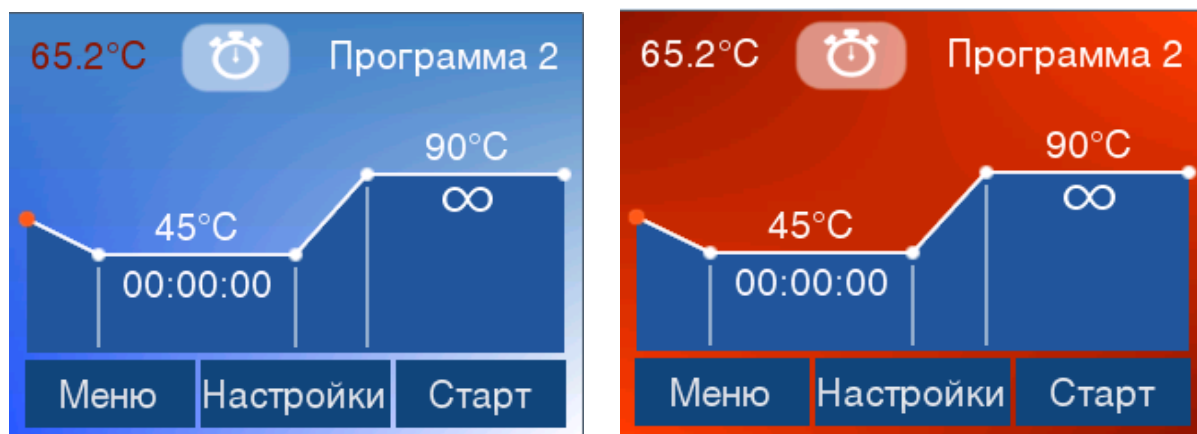

Рис. 9 Пример окна пользовательской программы при переходе в начало заданной программы (2 температурных полки, индикация перегрева матрицы).
- переход в начало пользовательской программы с индикацией перегрева матрицы (рис. 9);
Если в окне программы в режиме ожидания текущая температура матрицы выше заданной «t°C Перегрева», будет происходить индикация, заключающаяся в периодической смене обычного бело-синего фона окна на предупреждающий красный (рис.9).